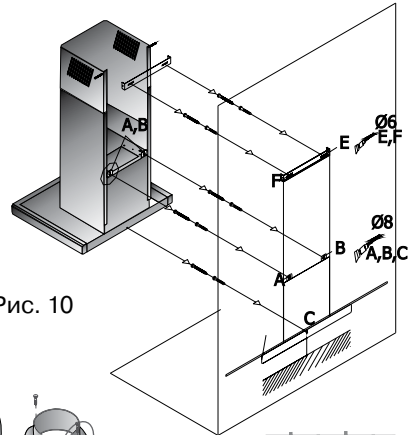

Рис. 10
2. Приложите монтажный шаблон (если он есть в комплекте) к стене на нужной высоте с учетом минимального расстояния от варочной поверхности и выровняйте его по уровню. Наметьте точки **(А, В, С, D)** на стене и просверлите в них отверстия диаметром 8 мм. Наметьте и просверлите отверстия диаметром 6 мм для монтажа планки крепления декоративного короба **(F, E)** (рис.10). При этом необходимо учитывать, что планка относительно потолка должна быть установлена таким образом, чтобы верхний край крепящегося к ней внутреннего декоративного короба вплотную подходил к потолку.